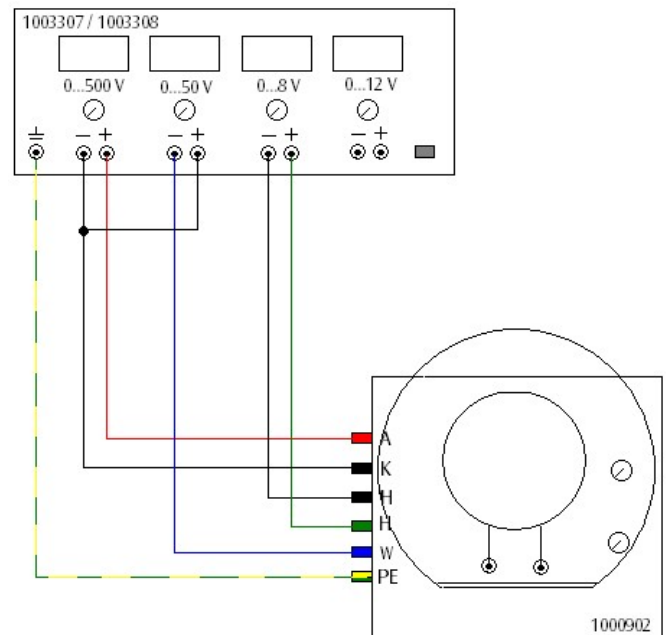

Fig. 4: Collegamento dell'oscilloscopio didattico all'alimentatore
- Collegare gli ingressi dell'oscilloscopio didattico con le uscite dell'alimentatore in base alle tensioni indicate (vedi fig. 4).
- Cablare il tubo come indicato nella fig. 4.